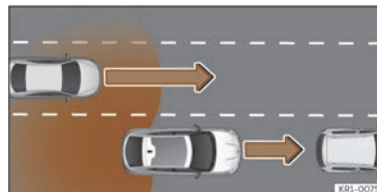

Fig. 152 Depășire cu trafic în spatele autovehiculului.
- Dacă autovehiculul este depășit de un altul >>> **fig. 152**.